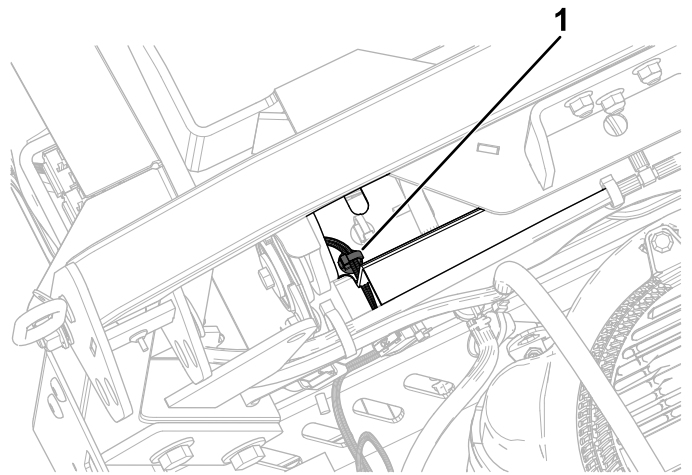

Figura 14
3. Montate il secondo dispositivo di fissaggio a pressione nella staffa posteriore del serbatoio del carburante (Figura 14).